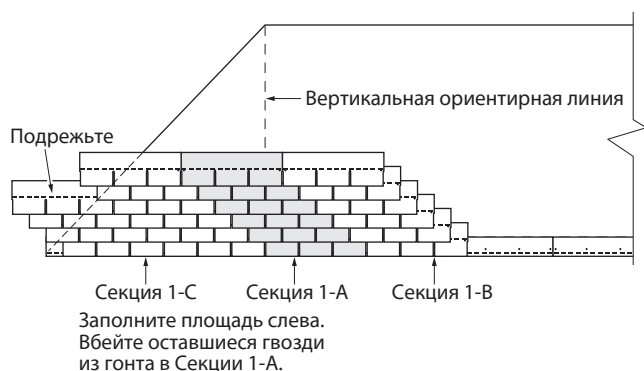

Рис. 9-4. Заполнение площади слева от вертикальной ориентирной линии.
3. Прежде чем продолжать укладку кровельной секции, уложите один гонт непосредственно справа от каждого гонта завершённой первой секции (см. Рис. 9-4, Секция 1В).
3. Прежде чем приступить к укладке каждой диагональной секции, уложите один гонт непосредственно справа каждого гонта всех рядов, уже уложенных на крыше (как на Рис. 9-4, Секция 1-B).